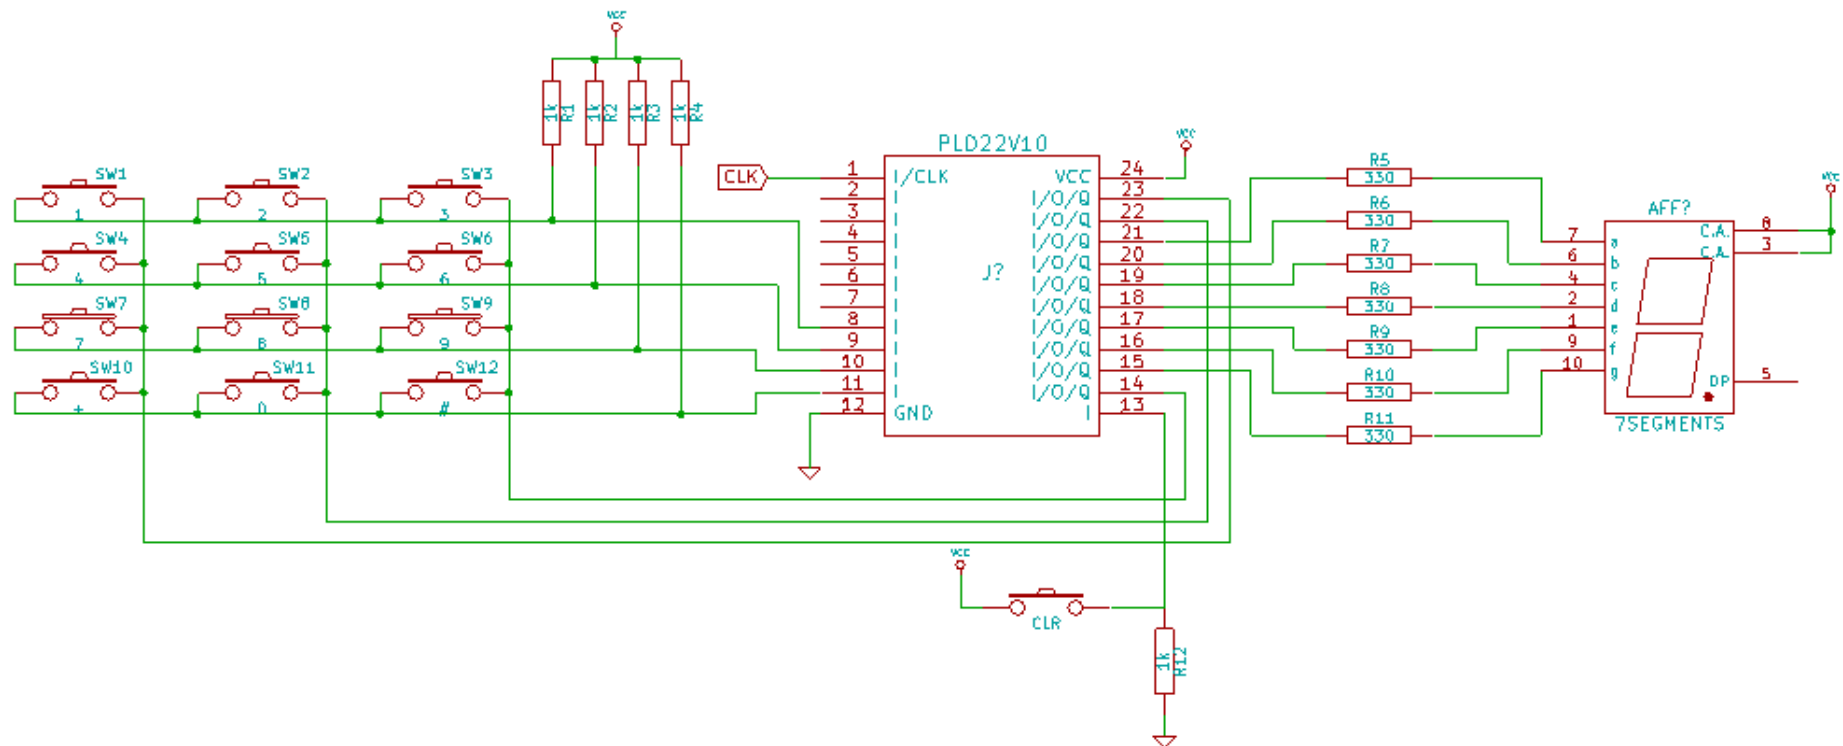

Ilustración 3 Diagrama esquemático.
3. Una vez simulado el sistema construir el circuito mostrado en la ilustración 3 para probarlo en el laboratorio. **En caso de usar la TEDDi este paso no es necesario.**